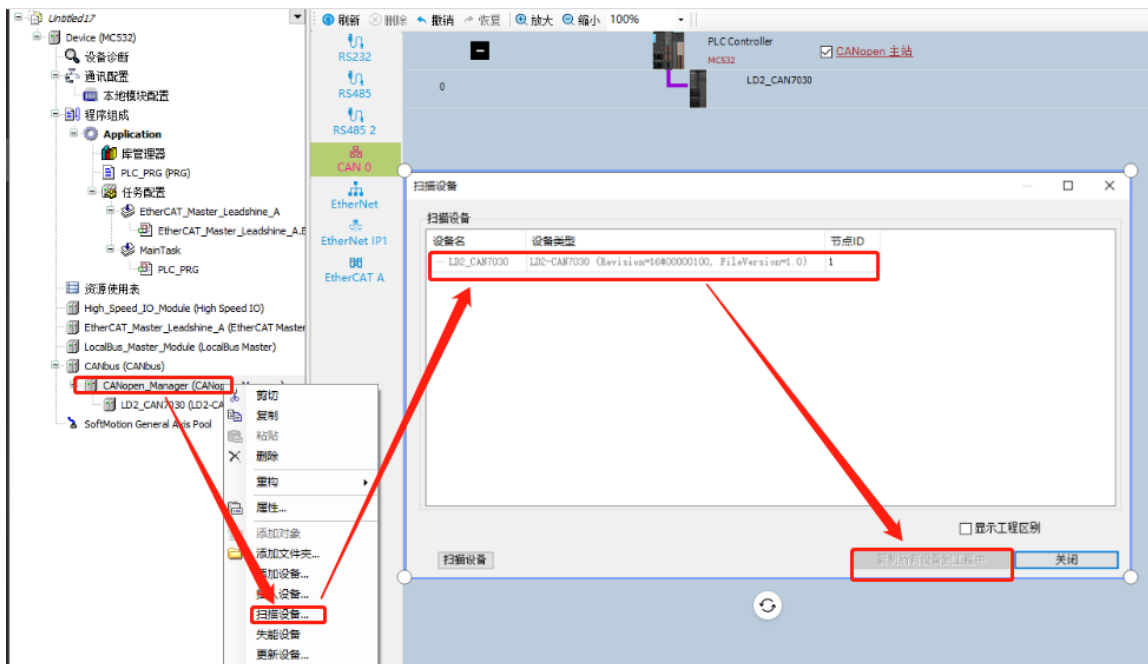

图 5.30 EtherCAT 设备扫描窗口
1) 选中通讯配置后，双击鼠标左键进入模块配置页。选中“CAN_0”进入 CAN 总线配置，勾选“CANopen 主站”后，左侧项目树出现 CANbus 总线，如图 5.30 所示。
2) 选中“CANopen_Manager”，点击鼠标右键选择扫描到的设备，如图 5.30 所示，添加“LD2_CAN7030”轴。